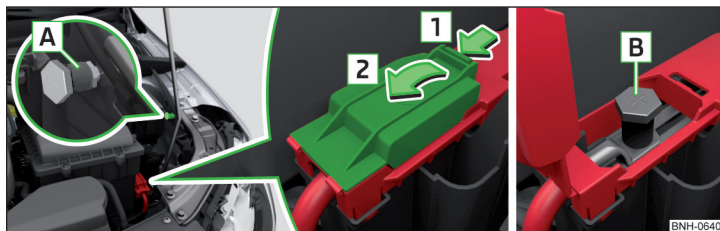

Fig. 257 Punto de masa y polo positivo en vehículos con la batería del vehículo en el maletero
El polo positivo **B** se encuentra debajo de una cubierta en el área del motor » fig. 257.
- Sujete la pinza del polo positivo del cable de ayuda de arranque en la posición **B** » fig. 257.